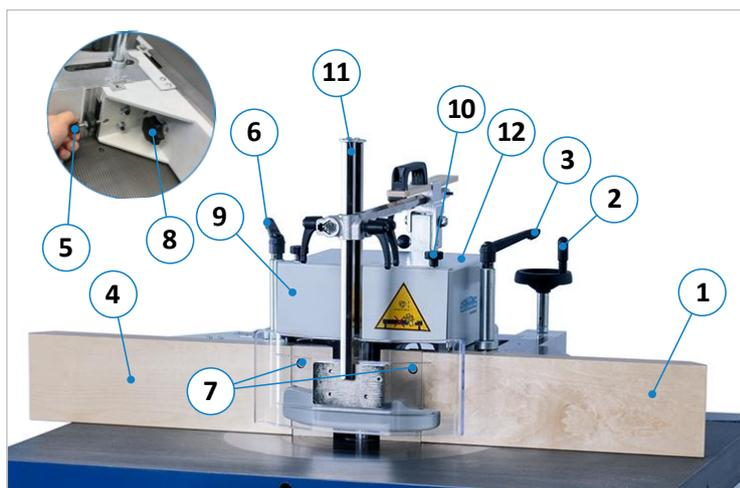

Figure 25 : éléments de commande de la butée type 215
- Mettre en place les deux leviers de serrage (3) et (6) et les serrer pour fixer la butée (voir ⇒ Figure 25 / ⇒ Figure 26).